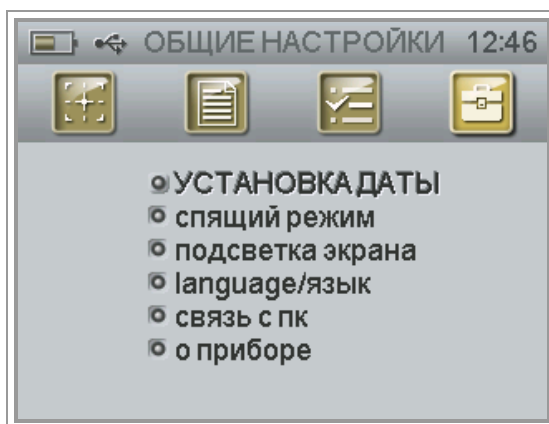

Рис. 4-11. Функция меню «ОБЩИЕ НАСТРОЙКИ».
- Выбрать с помощью кнопок ◀ и ▶ в меню программу «ОБЩИЕ НАСТРОЙКИ». При этом появится окно с перечнем доступных функций (Рис. 4-11).